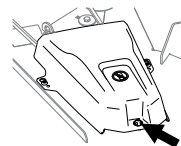

Figura 6
4. Ridici partea laterală a capacului cu garnitura și demontai prin glisare capacul. (Figura 6).